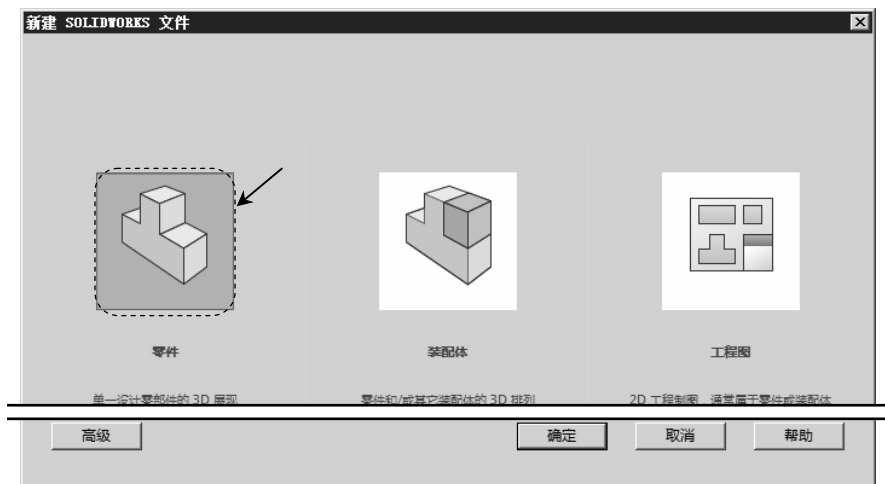

图 4.2.1 “新建 SOLIDWORKS 文件”对话框
Step1. 启动 SolidWorks 软件后, 选择下拉菜单 **文件(F)**  **新建(N)...** 命令, 系统弹出如图 4.2.1 所示的“新建 SOLIDWORKS 文件”对话框; 选择“零件”模板, 单击 **确定** 按钮, 系统进入零件建模环境。